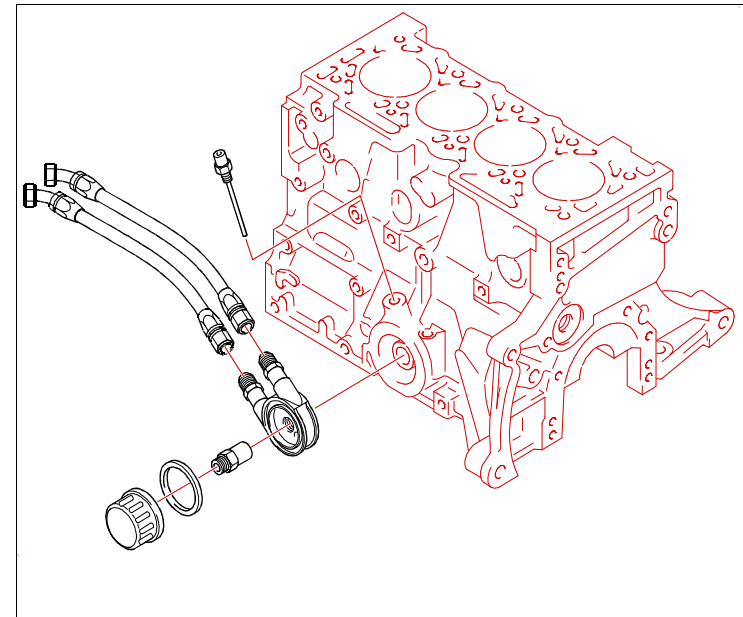

Fig 2
- ☞ *Placer la prise sandwich en huilant le joint d'étanchéité serrer à 2m.DAN en l'orientant suivant le dessin (figure 2).*